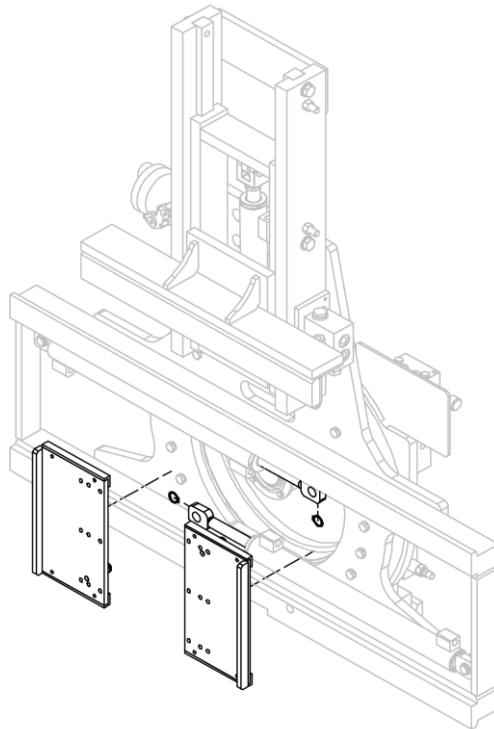

Figura 31
3. Retire los platos de las horquillas del equipo, después de quitar los anillos elásticos correspondientes que las unen a los cilindros (mira *Figura 31*).